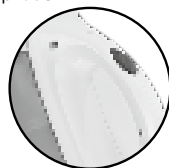

Figure 4 :
- Assurez-vous que l'appareil est bien à l'arrêt avant de procéder au chargement de l'appareil (voir Fig. 4).